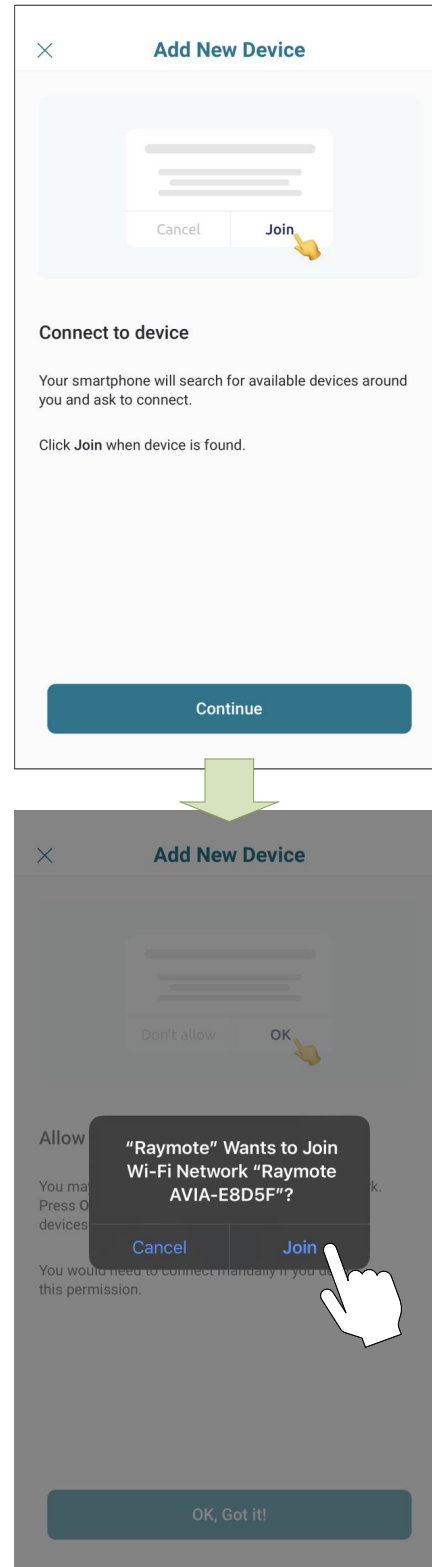

Figure 85. Connecter un téléphone iPhone
4. **iPhone:** l'application Raymote recherche les appareils à proximité. Si plusieurs unités sont prêtes à être connectées, placez-vous près de celui que vous souhaitez connecter en premier. Sélectionnez l'appareil que vous souhaitez connecter au réseau sans fil puis appuyez sur Join (Rejoindre) ou sur Annuler (Cancel) pour sélectionner au autre appareil, voir **Figure 85**.